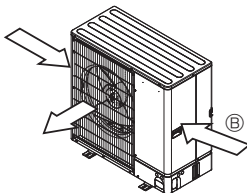

Fig. 2-6
③ Posicione a unidade de forma a que o ar seja libertado perpendicularmente à direcção do vento, se possível. (Fig. 2-6)